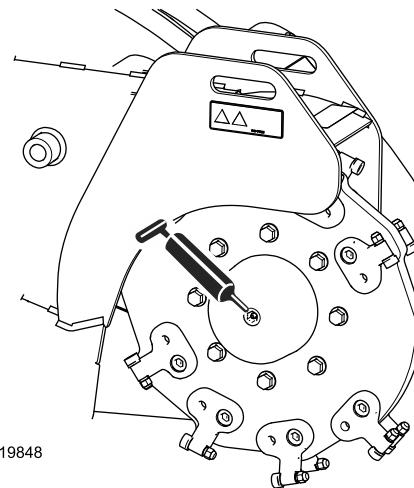
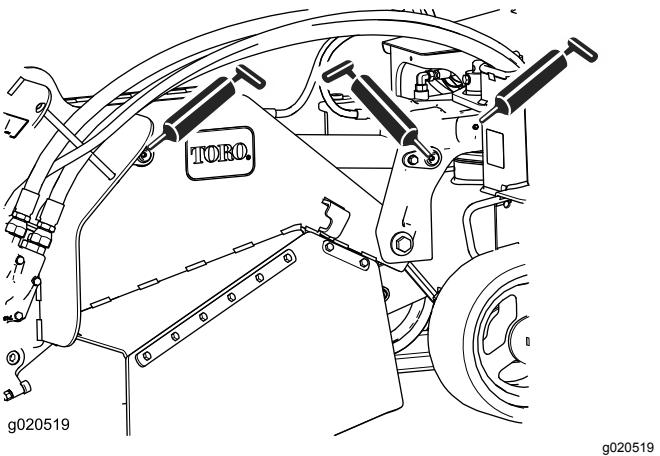

Figura 27
Figura 29
4. Ligue uma pistola de lubrificação ao encaixe (Figura 27 a Figura 29).